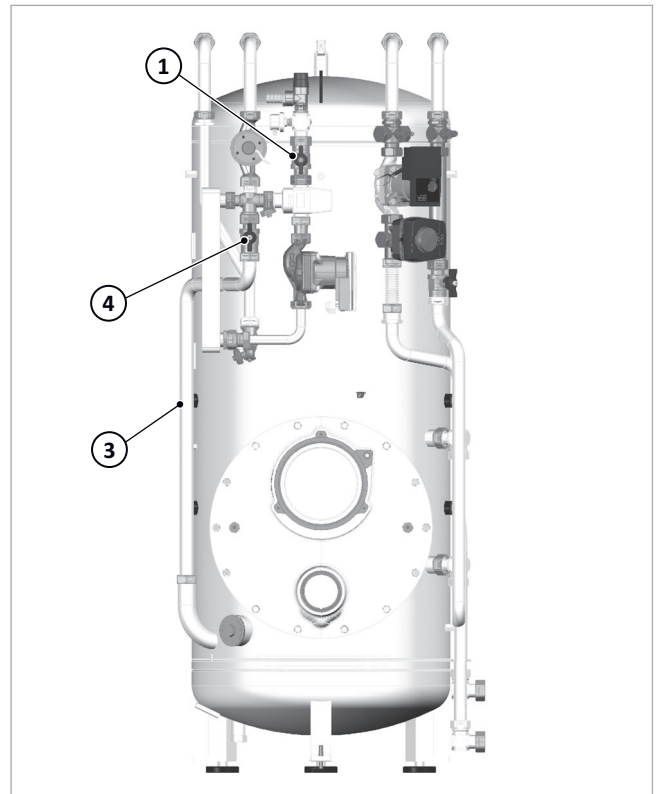

Abb. 3: Frontansicht SolvisBen
2. Rücklaufwellrohr → Abb. 3 (3) demontieren.
3. Rohrbogen mit Messstrecke von links hinter Wärmeübertrager durchstecken und handfest an Rücklauf-Kugelhahn (blauer Griff) → Abb. 3 (4) schrauben.
8. Einheit aus Rohrbogen mit Messstrecke und Wellrohr mit Dichtung am Rücklaufkugelhahn → Abb. 3 (4) montieren.